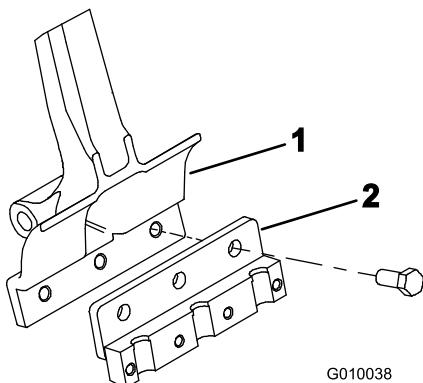

Figura 23
2. Monte un portataladros en cada brazo de taladros con 3 pernos de 1/2 x 1-1/4 pulgada (Figura 23). Apriete los pernos a 101,6 Nm.